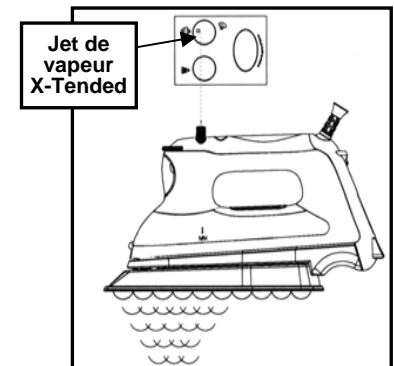

Fig. 4
3. Tournez le bouton de vapeur dans le sens horaire à la position X-Tended. (Fig. 4)